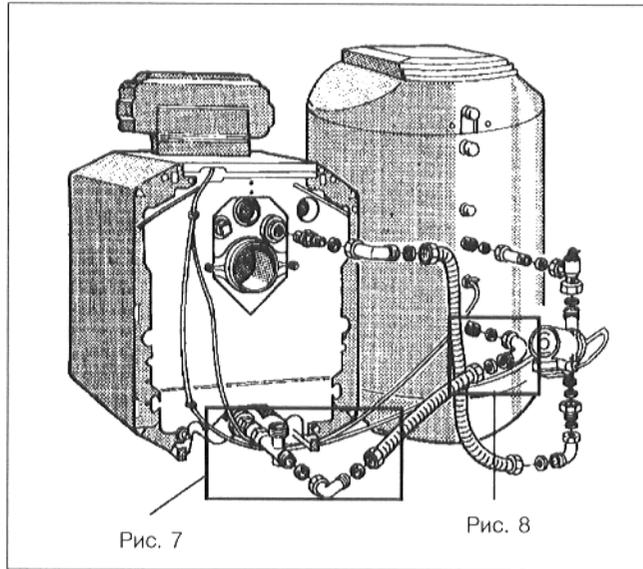
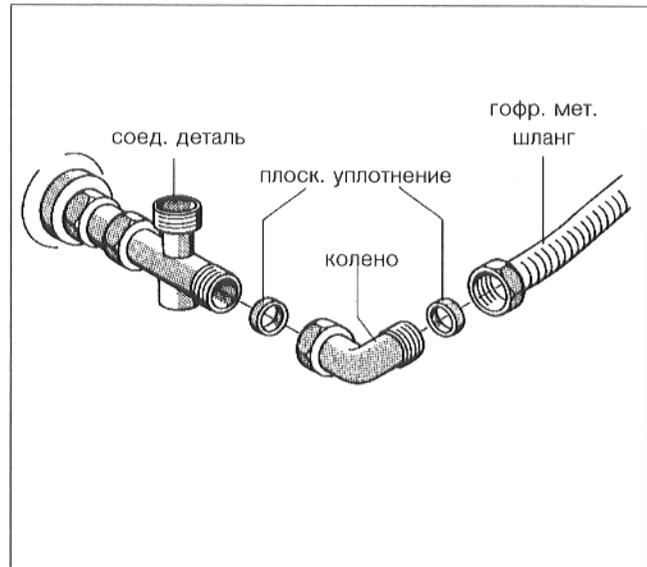
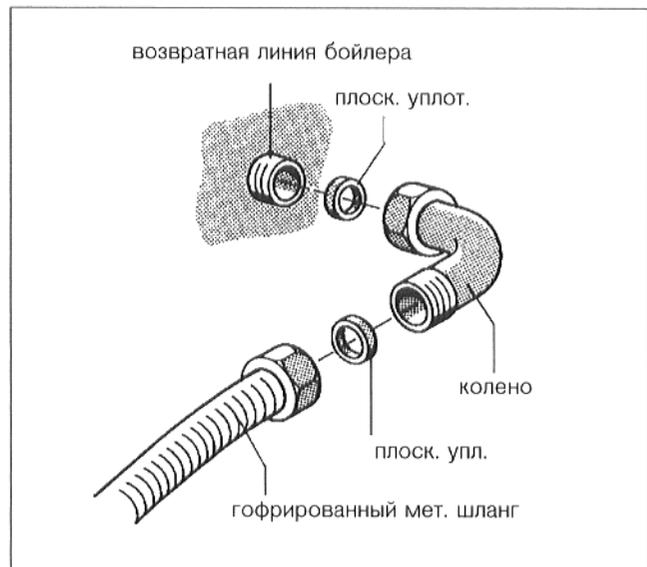

Рис. 6
Рис. 7
Рис. 8
- Вложить плоское уплотнение в накидную гайку колена и привинтить к заднему выходному отверстию соединительной детали (комплект поставки котла) в возвратной линии котла (рис. 6, рис. 7)
- Вложить плоское уплотнение в накидную гайку гофрированного металлического шланга (короткий шланг) и привинтить к колену у соединительной детали возвратной линии котла (рис. 6, рис. 7).
- Вложить плоское уплотнение в накидную гайку последнего колена и привинтить колено к возвратной линии бойлера (рис. 6, рис. 8).
- Вложить плоское уплотнение во вторую накидную гайку гофрированного металлического шланга и привинтить шланг к колену (рис. 6, рис. 8).